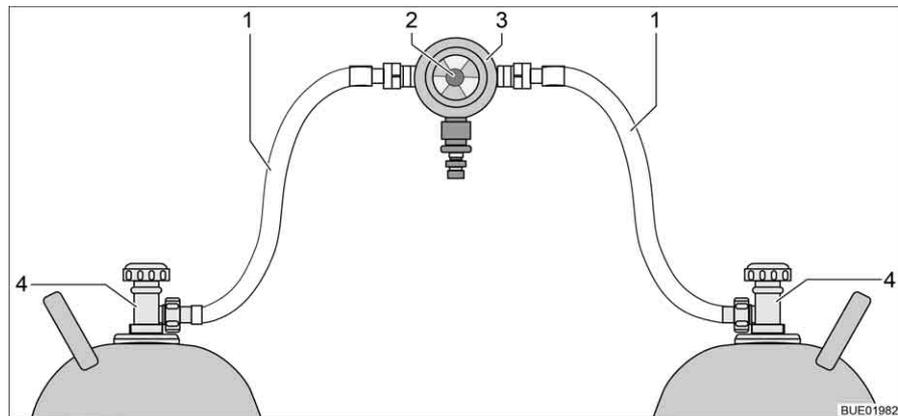
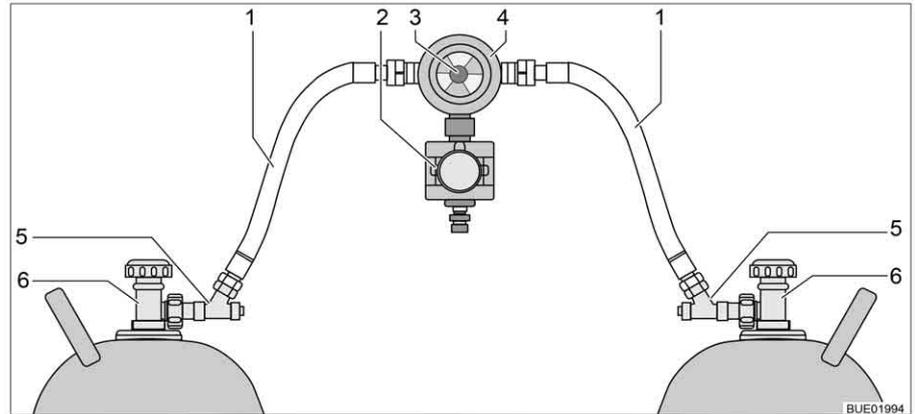

Fig. 109 Dispositif de commutation entre bouteilles de gaz
Fig. 110 Dispositif de commutation entre bouteilles de gaz avec CPU
Le dispositif de commutation entre bouteilles de gaz se compose d'un régulateur de pression du gaz combiné à une valve de commutation et indicateur (Fig. 109,3). Le dispositif de commutation entre bouteilles de gaz est monté entre les deux lyres (Fig. 109,1).
Le dispositif de commutation entre bouteilles de gaz se compose d'un régulateur de pression du gaz combiné à une valve de commutation et indicateur (Fig. 110,4) et d'une électrovanne (Fig. 110,2). L'électrovanne bloque l'arrivée du gaz au véhicule en cas de freinage brusque, d'accident ou de pente inhabituellement forte. Le dispositif de commutation entre bouteilles de gaz est monté entre les deux lyres (Fig. 110,1) avec des sécurités de rupture de tuyau (Fig. 110,5).
Le bouton rotatif (Fig. 109,2 ou Fig. 110,3), situé sur le dispositif de commutation entre bouteilles de gaz permet de définir laquelle des bouteilles de gaz est celle de service et laquelle est celle de réserve.
Seules les fonctions électriques peuvent être activées sur l'unité de commande (Fig. 111). Les robinets principaux des bouteilles de gaz (Fig. 109,4 et Fig. 110,6) doivent être ouverts ou fermés manuellement.
- Ouvrir les robinets principaux des bouteilles de gaz (Fig. 109,4 ou Fig. 110,6).
- Appuyer sur les sécurités de rupture de tuyau (Fig. 110,5) l'une après l'autre pendant 10 secondes.
- Choisir la bouteille de gaz avec le bouton rotatif (Fig. 109,2 ou Fig. 110,3) du dispositif de commutation à partir de laquelle le gaz doit être utilisé prioritairement (bouteille de service).
- Fermer les robinets principaux des bouteilles de gaz (Fig. 109,4 ou Fig. 110,6).